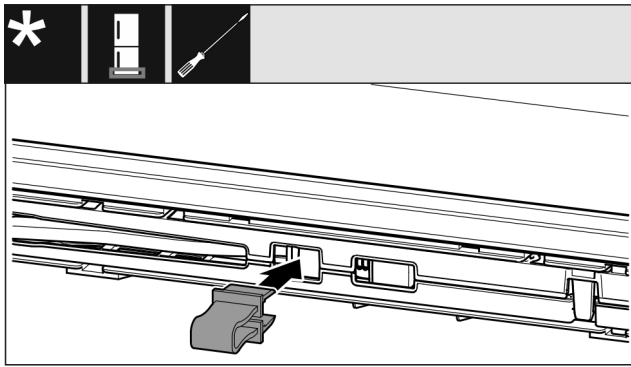

Fig. 12
► Зафиксируйте предохранитель в отверстии Fig. 12 ().